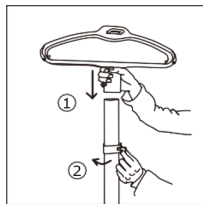

Рис. 1
1. Встановіть вішалку на верхню частину телескопічної стійки, вирівнявши її, як показано на Рис. 1.